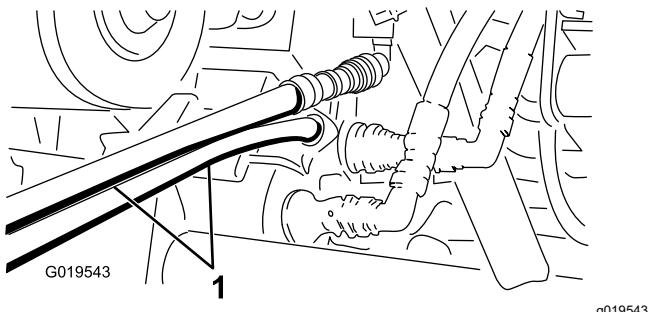

Figure 68
- Sur l'autre machine, branchez les 2 flexibles sur le raccord qui reste sur le support de raccords (Figure 68).